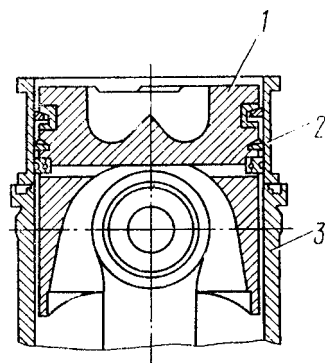

Рис. 87. Установка поршня с шатуном и кольцами в сборе в гильзу цилиндра: 1 - поршень; 2 - обойма И801.00.01; 3 - гильза цилиндра
- при установке поршня в цилиндр предварительно вставьте его в обойму И801.00.000 (рис. 87);